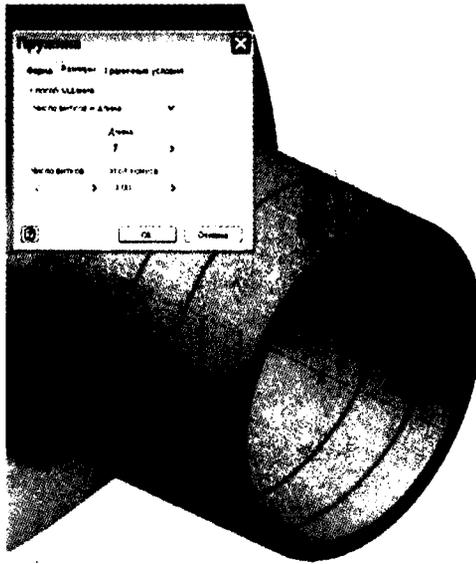

Рис. 7.25. Использование инструмента Пружина для создания резьбы 1
- Перейдите на вкладку **Размеры** и установите Способ задания **Число витков и длина**, значение длины укажите **7**, число витков - **2**, как показано на рис. 7.25.